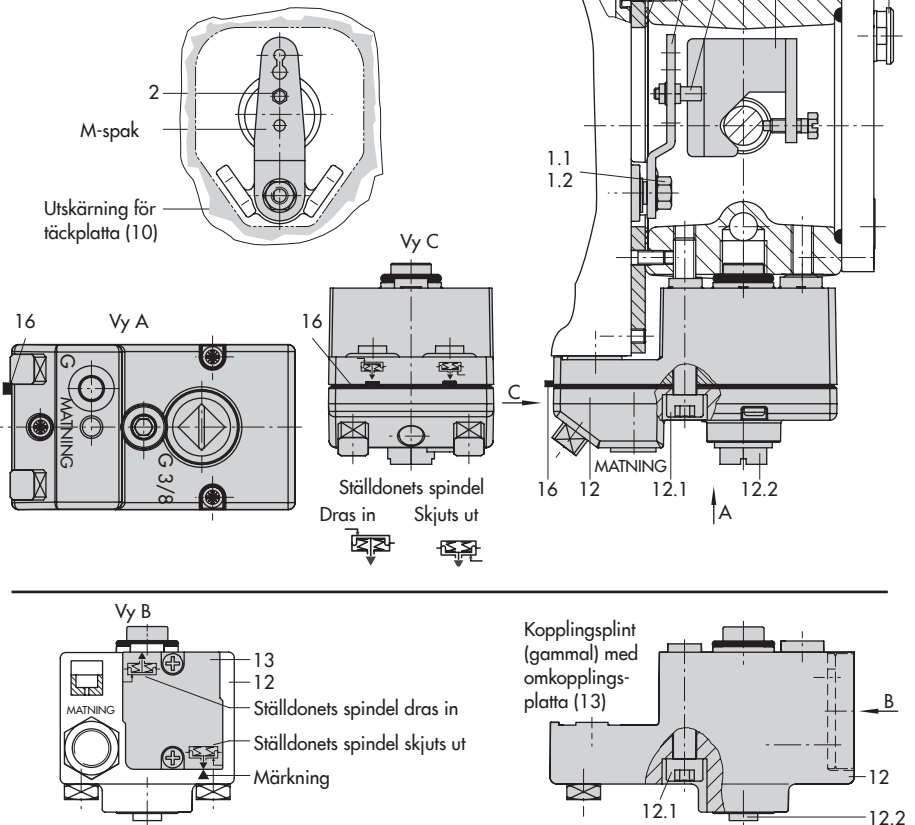

Fig. 5-6: Direktfäste – Signaltryckanslutning för ställdon typ 3277 med 175 till 750 cm²
Effektiva områden på ställdon med 175 till 750 cm² (se Fig. 5-6)
1. Placera medbringarklämman (3) på ställdonets spindel, rikta in den och skruva åt så att monteringskruven är placerad i spåret på ställdonets spindel.
2. Montera täckplåten (10) med den smala sidan av urtaget (Fig. 5-6, till vänster) vänd mot signaltryckanslutningen. Se till att packningen (14) pekar mot ställdonets ok.
3. För ställdon med 355, 700 eller 750 cm², ta bort medbringarsprinten (2) på M-spaken (1) på lägesställarens baksida från sprintposition 35, flytta det i hålet för sprintposition 50 och dra åt. Håll samtidigt spaken i mitten för att säkerställa att den inte vilar vid ändstoppen.
4. Sätt in den gjutna tätningen (15) i spåret på lägesställarhuset.
5. Placera lägesställaren på täckplåten så att medbringarsprinten (2) vilar ovanpå medbringarklämman (3). Justera spaken (1) på motsvarande sätt och öppna lägesställarlocket för att hålla lägesställarens axel i läget vid locket eller vridknappen. Spaken (1) måste vila på medbringarklämman med fjäderkraft. Fäst lägesställaren på täckplåten (10) med de två fästskruvarna.
6. Kontrollera att spetsen på packningen (16) som sticker ut från kopplingsplintens sida är placerad enligt ställdonets symbol för ställdonets felsäkra drift, "ställdonets spindel sträcks ut" eller "ställdonets spindel dras in". Om så inte är fallet, skruva loss de tre fästskruvarna och lyft av kåpan. Vrid packningen (16) 180° och sätt in den igen.
Den gamla versionen av anslutningsblock (Fig. 5-6, botten) kräver att omkopplingsplattan (13) vrids för att ställa in ställdonets symbol i linje med pilmarkeringen.
7. Placera kopplingsplinten (12) med respektive tätningar mot lägesställaren och ställdonets ok och fäst med skruven (12.1). För ställdon med felsäker verkan "ställdonets spindel dras in", ta dessutom bort pluggen (12.2) och montera det externa signaltryckröret.
8. Montera kåpan (11) på andra sidan.